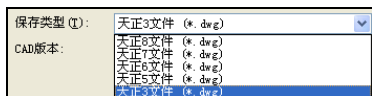

图 12-3 “保存类型”选项
② 在对话框中的“保存类型”选项中，提供了 5 种保存类型，如图 12-3 所示；单击选中其中的一种，即可将指定的图形以该类型进行保存。